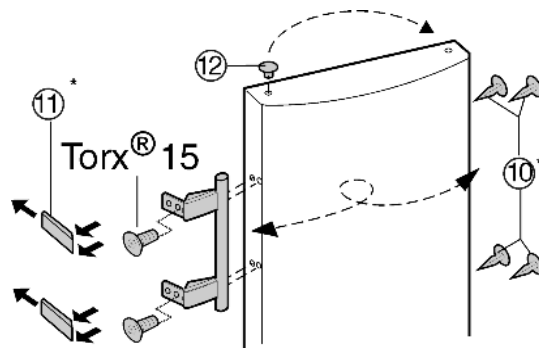

Fig. 9
- Vip proppen Fig. 9 (12) ud af dørlejubøsningen og flyt den.
- Afmonter dørhåndtag, prop Fig. 9 (10) og trykplader Fig. 9 (11) og flyt dem til den modsatte side.